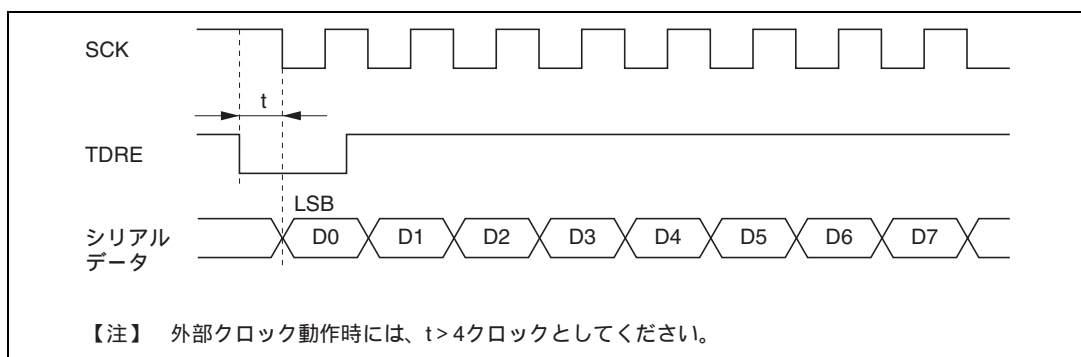

図 12.22 DTC によるクロック同期式送信時の例
(8) DTC 使用上の制約事項
- (a) 同期クロックに外部クロックソースを使用する場合、CPUおよびDTCによるTDRの更新後、 ϕ クロックで5クロック以上経過した後に、送信クロックを入力してください。TDRの更新後4クロック以内に送信クロックを入力すると、誤動作することがあります (図12.22)。